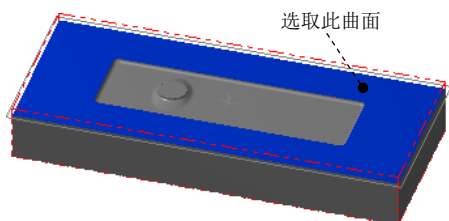
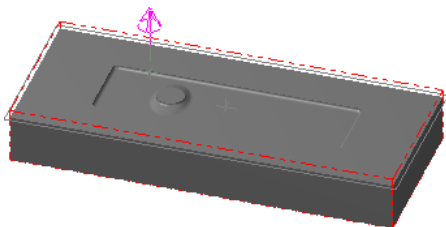

图 7.13 定义附着面
图 7.14 定义边界位置
Step1. 绘制边界。选择下拉菜单 **绘图 (C)** → **曲面曲线 (V)** → **单一边界 (O)...** 命令, 系统弹出“单一边界线”工具栏。在状态栏的 **□** 下拉列表中选择第二个选项 **■**。
Step2. 定义边界的附着面和边界位置。选取图 7.13 所示的曲面为边界的附着面, 此时在所选取的曲面上出现图 7.14 所示的箭头。移动鼠标, 将箭头移动到图 7.14 所示的位置后单击鼠标左键, 此时系统自动生成创建的边界预览。单击 **✓** 按钮完成指定边界的创建。